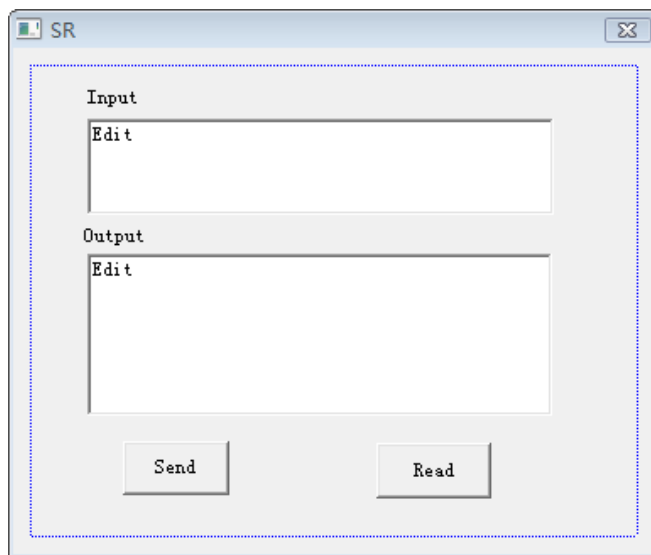

图 4-1-4
5. 添加控件 Static Text、Edit 和 Button。如图 4-1-4 所示。